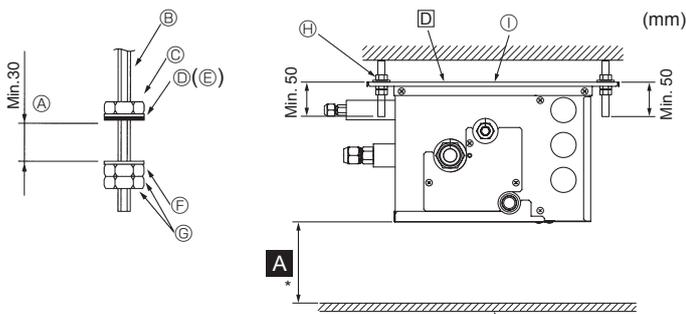

Fig. 6-1
- Monter skiver og møtrikker (①, ②, anskaffes lokalt) på ophængningsboltene. (Fig. 6-1)
- Ⓓ Skive (med stødpude) ①
- Ⓔ Skive (uden stødpude) ②